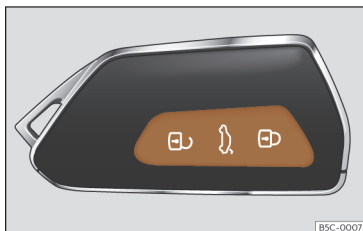

Fig. 80 Llave por control remoto: teclas.
- Bloquear: pulse el botón >>> fig. 80.